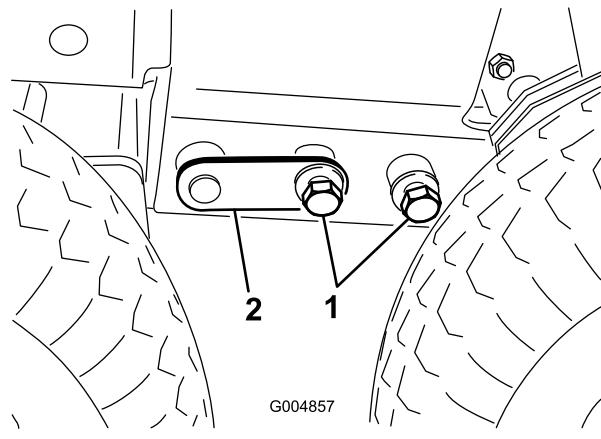

**Figure 110**
33. Placez le cric devant les trous de 2,5 cm du cadre et insérez une goupille d'accouplement de chaque côté (Figure 110).